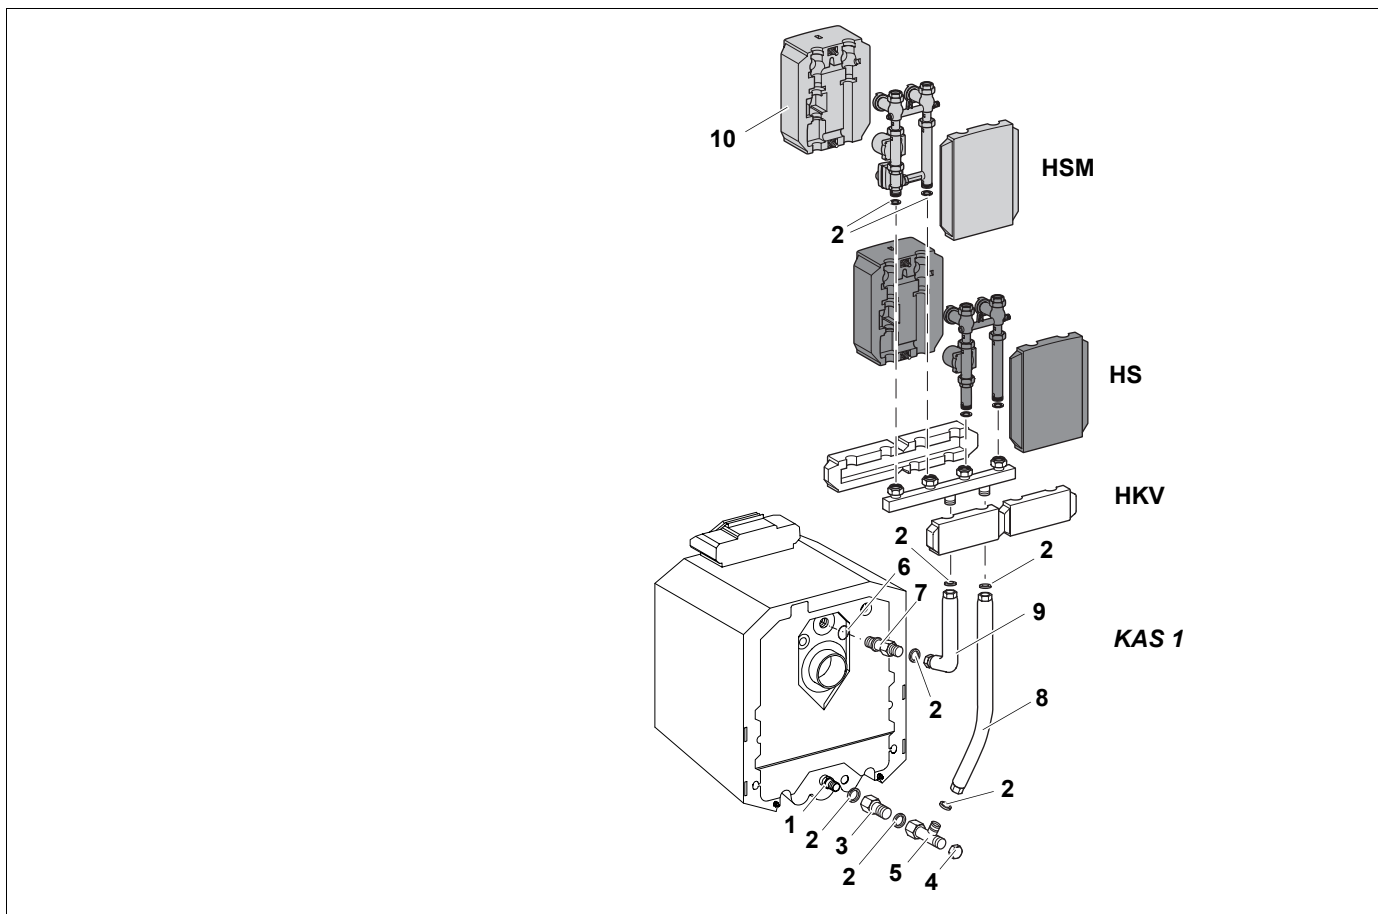

Рис. 4 Установка с коллектором отопительного контура сзади котла
Экспликация к рис. 4
- Вкрутить штуцер с резьбой (7) вместе с установленным кольцом (6) в трубопровод подающей линии котла.
- В накидную гайку на короткой стороне трубы подающей линии (9) установить уплотнение (2). Слегка прикрутить трубу подающей линии к штуцеру с резьбой.
- Установить уплотнение (2) между удлинительным элементом (3) и сгоном питательного трубопровода (1) обратной линии котла и прикрутить их друг к другу.
- Установить уплотнение в резьбу тройника (5) и слегка прикрутить тройник к удлинительному элементу (3).
- Приложить трубу обратной линии (8) к боковому отводу тройника (5) так, чтобы короткая сторона была направлена вниз, вложить уплотнение (2), выровнять и скрутить их.
- Длинную сторону трубы обратной линии (8) выровнять в вертикальном положении и крепко прикрутить удлинительный элемент (3) и тройник (5).
- Прикрутить сзади к тройнику (5) торцевую крышку (4).
- Соединить коллектор отопительного контура с комплектом подключения к котлу (KAS 1) в соответствии с изображением на рис. 4. Если коллектор отопительного контура подключен не так, как указано на рис. 4, то он не будет работать - в этом случае будут перепутаны местами обратная и подающая линии.
- Установить на коллектор комплект подключения отопительного контура без смесителя (HS) или со смесителем (HSM) в соответствии с рис. 4, прикрутить их и проверить на плотность.
- Надеть с двух сторон соответствующую комплектам подключения отопительного контура теплоизоляцию (10) и слегка скрутить пластмассовыми болтами.